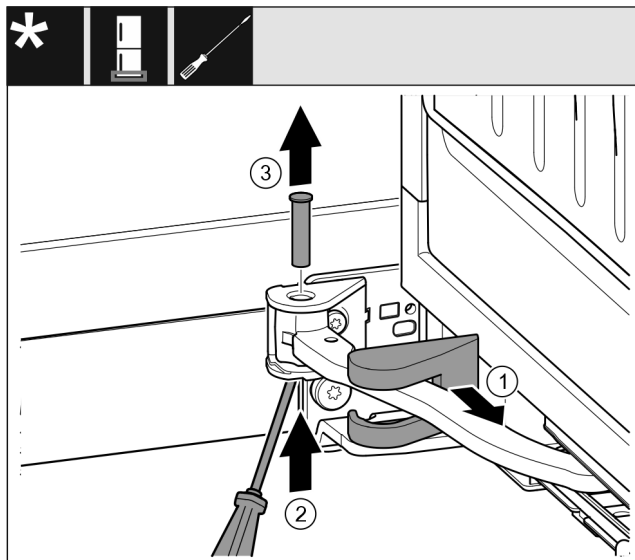

Fig. 18
- ▶ Zdjąć osłonę płytki zawiasu Fig. 18 (1) i przesunąć wzdłuż przegubu.
- ▶ Unieść sworznie Fig. 18 (2) od dołu przy użyciu śrubokręta.
- ▶ Wyjąć sworznie Fig. 18 (3) wyjąć od góry.